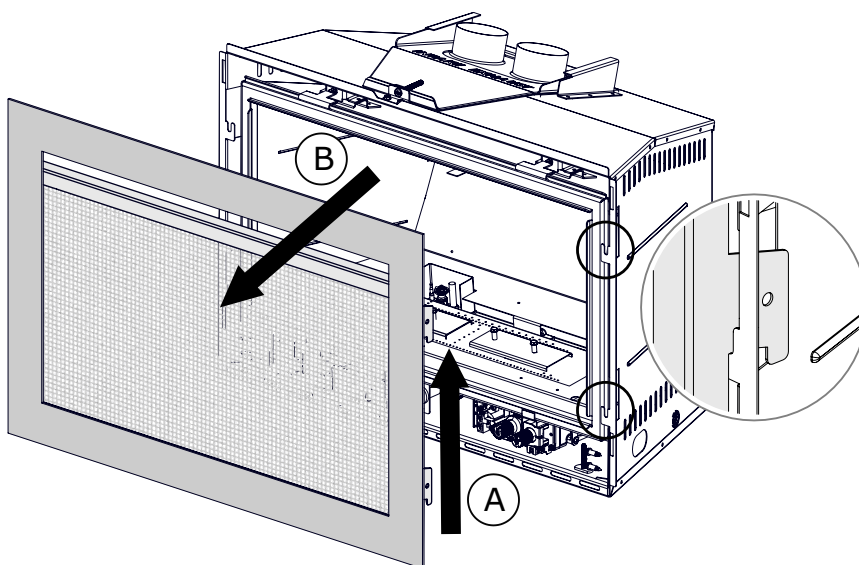

Fig. 1
1. Avant d'enlever la porte vitrée, la barrière de protection doit être enlever. Soulevez la barrière de protection garniture décorative hors des 4 goupilles et enlever de l'appareil, puis inclinez la partie haut du porte vitrée puis enlever de l'appareil (**Fig. 1**).